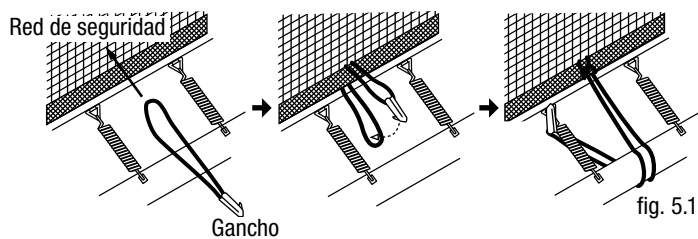

fig. 5.1
Enganche un extremo de un anillo de goma con 1 gancho (G) entre dos tubos inferiores revestidos de material esponjoso (B) en el borde de la red, tire el otro extremo del anillo de goma con 1 gancho (G) alrededor del bastidor principal y engánchelo en el bastidor de la estera y las varas de la red. (fig. 5.1 + 5.2).
INDICACIÓN: Para una mayor visibilidad, el acolchado del bastidor no está dibujado en la fig. 5.1.